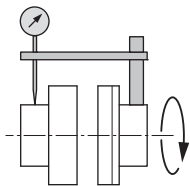

Fig. 11: Radialinio centravimo patikrinimas komparatoriumi
- Ant vienos iš movų arba ant veleno pritvirtinti manometrą (žr. Fig. 11). Manometro kolba turi būti uždėta ant kitos pusmovės vainiko (žr. Fig. 11).